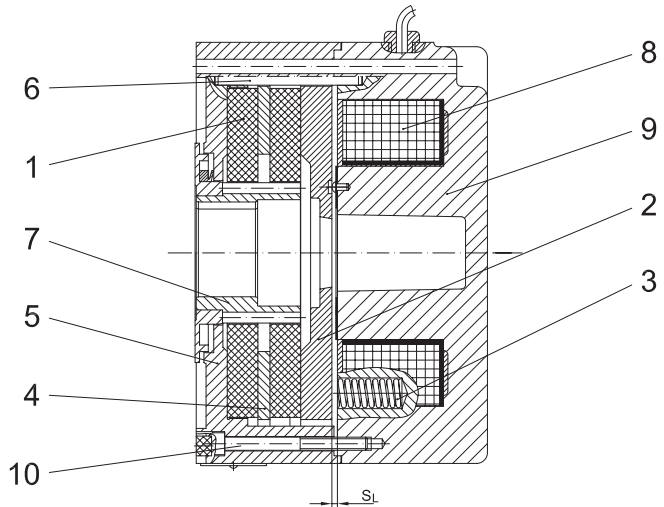

Figura 1: Freno de resorte de dos discos de la serie Z..
- 3 Funcionamiento** El principio de funcionamiento se explica por medio del freno de resorte de doble disco (serie Z..) representados en la figura 1.
Partiendo de las variantes indicadas en la figura 1, todos los frenos pueden estar equipados adicionalmente con las siguientes opciones:
En caso de montaje posterior, en primer lugar tiene que calentarse el cubo de arrastre (7 en la figura 1) hasta aproximadamente 80° C y deslizarlo en el extremo extendido del eje del rotor.